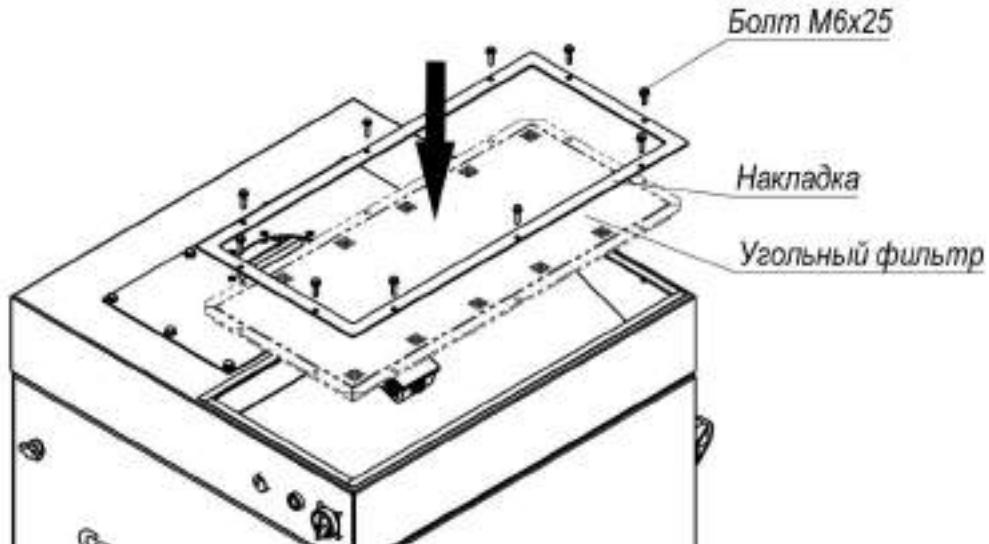

Рисунок 8
- 1) вывинтить болты M6x25, демонтировать накладку, которая крепит решётку (рисунок 8);